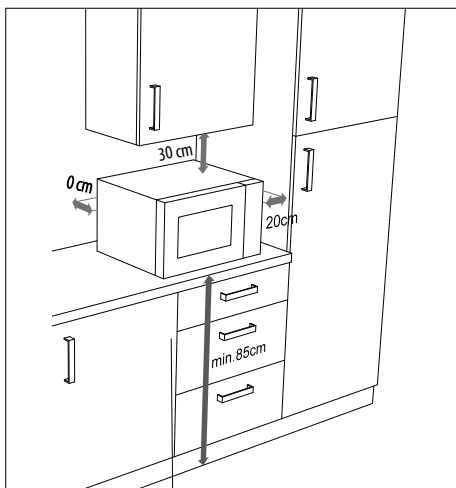

Fig. 4 – Distanza dell'apparecchio
- ▶ Per assicurare un'aerazione sufficiente vanno rispettate le distanze indicate (**vedere Fig. 4**). Il distanziatore sulla parte posteriore dell'apparecchio deve poggiare contro la parete per garantire la corretta distanza tra parete e forno a microonde al momento del posizionamento.